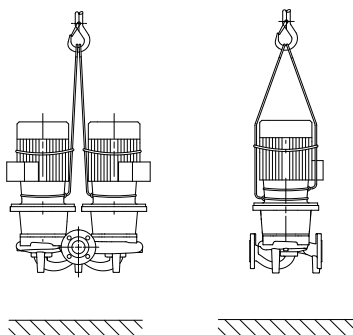

Рис. 7: Транспортировка насоса
- Проушины для транспортировки на электродвигателе служат только для задания направления при захвате груза (рис. 7).